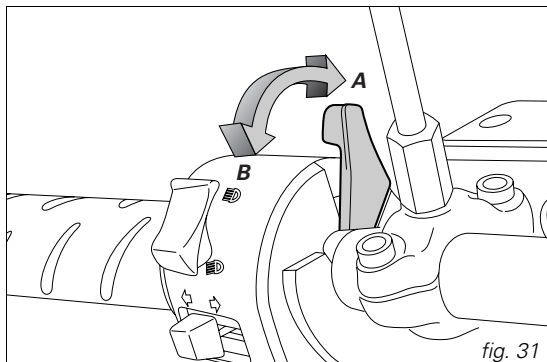

fig. 31
2) Spostare la leva comando starter in posizione (B, fig. 31).
5) Successivamente, man mano che il motore si scalda, portare progressivamente la leva dello starter in posizione verticale (A, fig. 31). Il motore regimato termicamente dovrà tenere il minimo con starter completamente escluso.